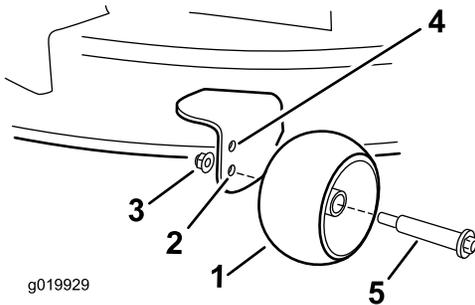

Figure 23
- Trous supérieur – utilisez cette position pour les hauteurs de coupe du tablier de coupe jusqu'à 63mm (2-1/2 po) (Figure 23).
- Trous inférieur – utilisez cette position pour les hauteurs de coupe du tablier de coupe à partir de 76mm (3 po) (Figure 23).